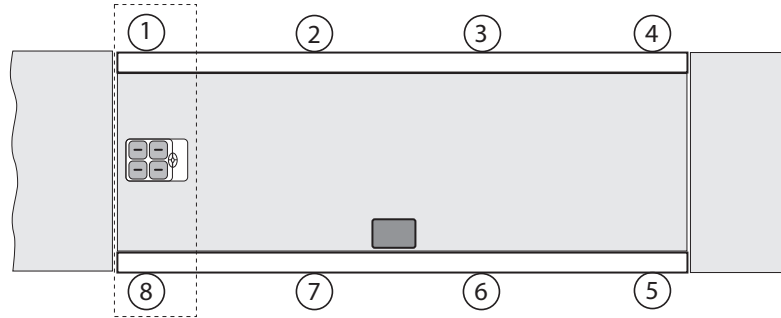

Figura 7-4. Regulación de Secciones Pareadas 1:8
1. Estacione el carrito con pesas en el centro de la plataforma de la báscula y sobre una línea imaginaria que une a dos celdas opuestas (1 y 8 en la Figura 7-4). Registre la lectura en el indicador.